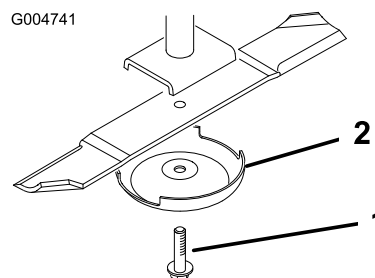

Figure 106
3. Enlevez le boulon, la coupelle de protection et la lame de l'axe de pivot (Figure 106).